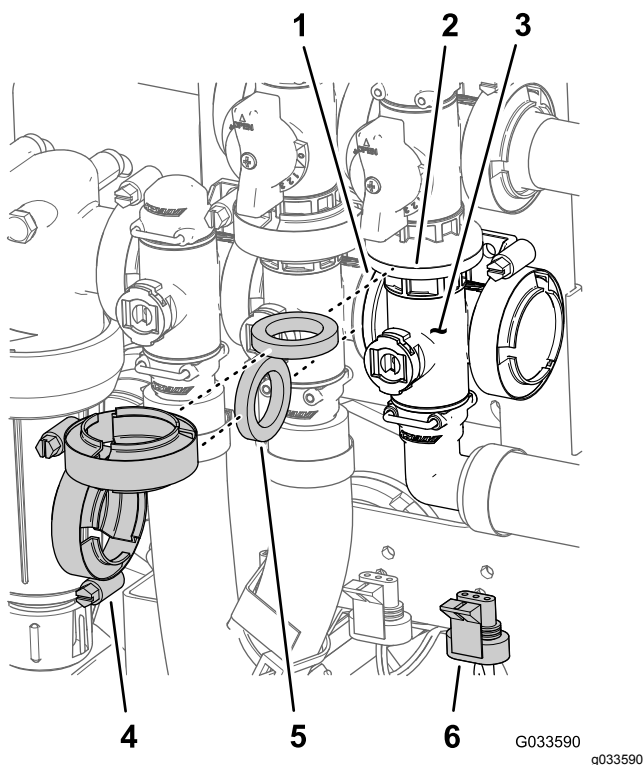

Figura 102
1. Retire las bridas de fijación y las juntas que sujetan el distribuidor de la válvula maestra de los brazos (Figura 102) a la válvula maestra de los brazos, la válvula de agitación y el codo con brida de 90° (en el extremo de la manguera del caudalímetro).